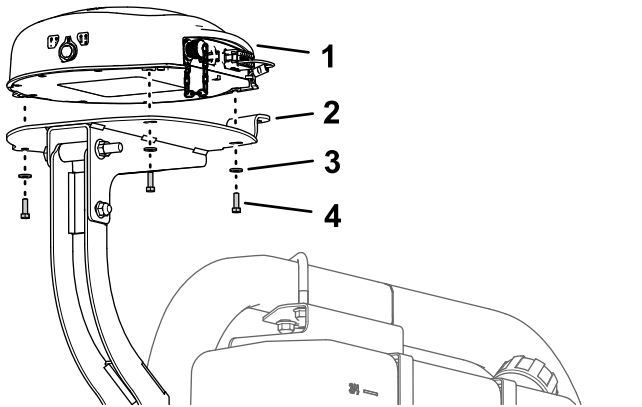

Figura 158
1. Alinee los 3 orificios roscados de la base del receptor de navegación con los 3 orificios del soporte del receptor (Figura 158).
2. Monte el receptor en el soporte (Figura 158) con 3 pernos de cabeza hexagonal (5 x 16 mm) y 3 arandelas (5 mm).